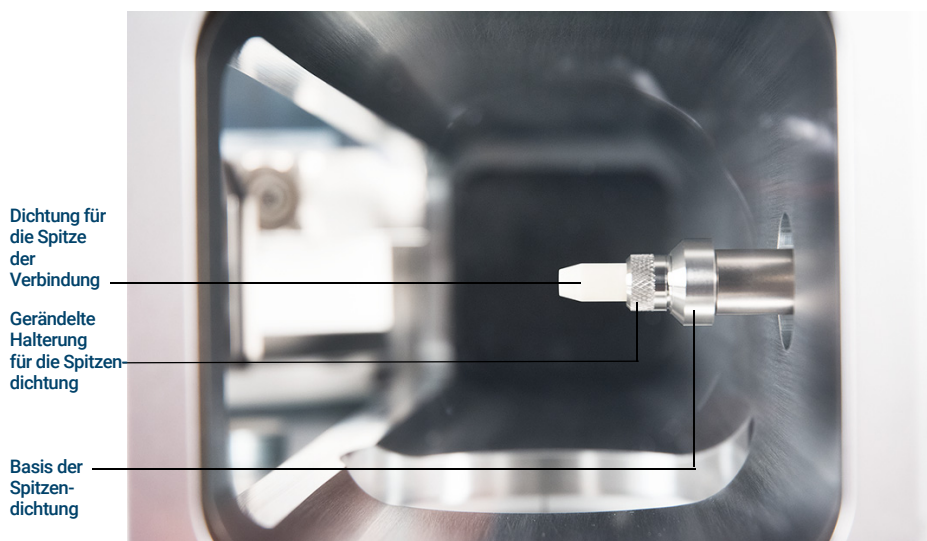

Abbildung 8. Dichtung für die Spitze der Verbindung
- 1 Prüfen Sie, dass die CI-Quelle, die EI-XTR-Quelle bzw. die HES installiert ist. Wenn eine EI-Edelstahl- oder eine Inert-Quelle installiert ist, dürfen die Spitzendichtung und ihre Feder nicht installiert sein (siehe **Abbildung 8** auf Seite 57).